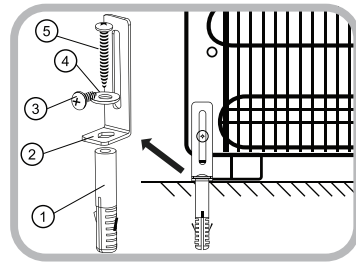

Fig.6
13. Installation du kit de supports de sol (Fig. 6)